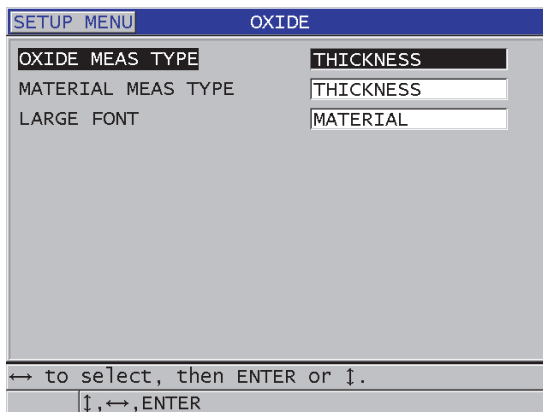

Abbildung 7-2 Fenster OXID
9. Verfahren Sie im Fenster **OXID** (siehe Abbildung 7-2 auf Seite 116) wie folgt: